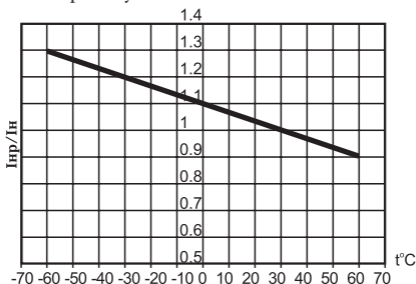

Рисунок 1 - Зависимость номинальных рабочих токов выключателей от температуры окружающей среды.
2.10 Зависимость номинальных рабочих токов выключателей от температуры окружающей среды приведена на рис.1.